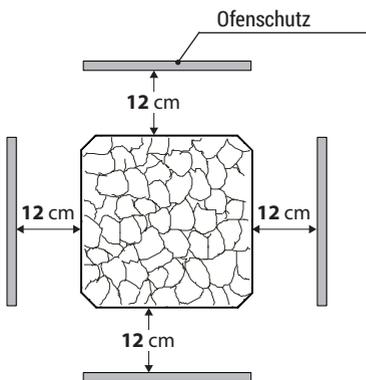

Abb. 2
- Die seitlichen (waagerechten) Abstände zwischen Heizgerät und Kabinenwand, sowie Ofenschutz, Liegebank und anderen brennbaren Materialien entnehmen Sie bitte Abb. 2